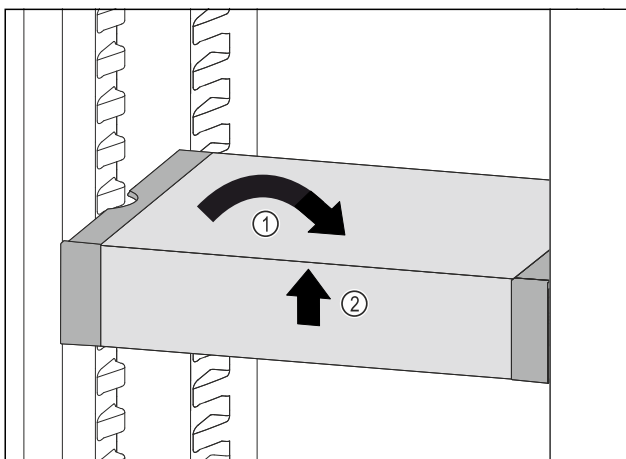

Fig. 108
- Вирівняти VarioSafe. Fig. 108 (1)
- Підняти VarioSafe спереду. Fig. 108 (2)